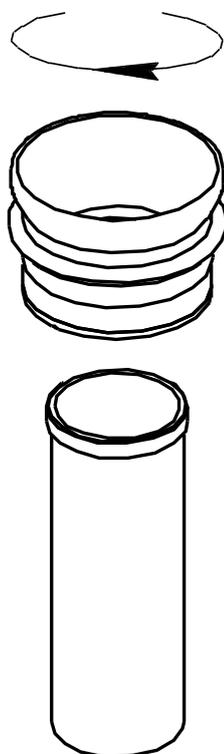

Рисунок 8 – Сборка стакана с воронкой по ГОСТ 11503
4.4.2.2 Если требуется, закрутить воронку на стакан по часовой стрелке (см. рисунок 8, страница 9)